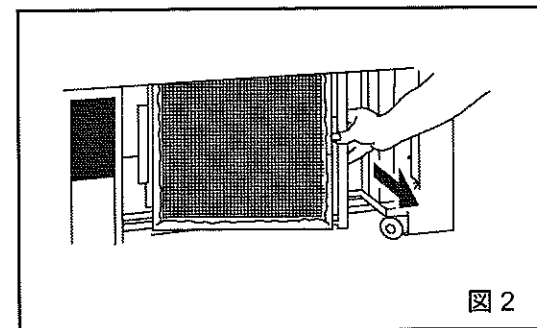

図2
- 2.グリルの内側、凝縮器の前面にフィルタがついています。フィルタを手前に引いて外し、水洗いをしてください。(図2参照)
- 2.本体左下部にリード線付きのフタがついています。手前に引くとフタがはずれて、中から単2乾電池が出てきます。電池は奥がマイナス(－)側で手前がプラス(＋)側です。(図2)